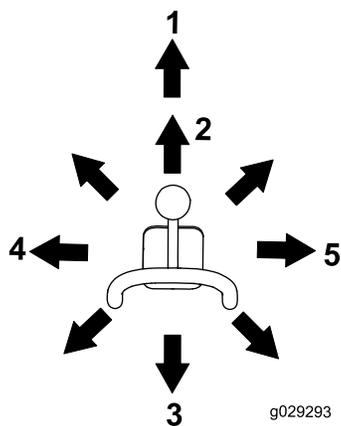

Рисунок 10
- Чтобы наклонить навесное орудие вперед, медленно перемещайте рычаг вправо (Рисунок 10).
- Чтобы наклонить навесное орудие назад, медленно перемещайте рычаг влево (Рисунок 10).
- Чтобы опустить стрелы погрузчика, медленно перемещайте рычаг вперед (Рисунок 10).
- Чтобы поднять стрелы погрузчика, медленно перемещайте рычаг назад (Рисунок 10).
- Чтобы опустить стрелы погрузчика в фиксированное (плавающее) положение, нажмите на рычаг до упора вперед (Рисунок 10).